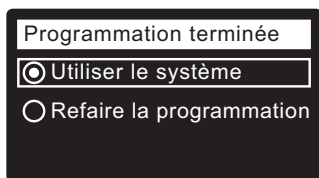

FIG. 29
16. Appuyez sur le sélecteur (O). L'afficheur indiquera « Programmation terminée » (Cf. Figure 29).
17. À ce stade, si vous souhaitez modifier des réglages, appuyez sur le bouton BAS (▼) pour passer à **Refaire la programmation**, puis deux fois sur le sélecteur (O) pour revenir aux assistants.
18. Si vous ne souhaitez faire aucune modification, regardez s'il y a un point dans le cercle **Utiliser le système** (cf. Figure 29), puis appuyez sur le bouton (O). Le fonctionnement normal de l'appareil commence.